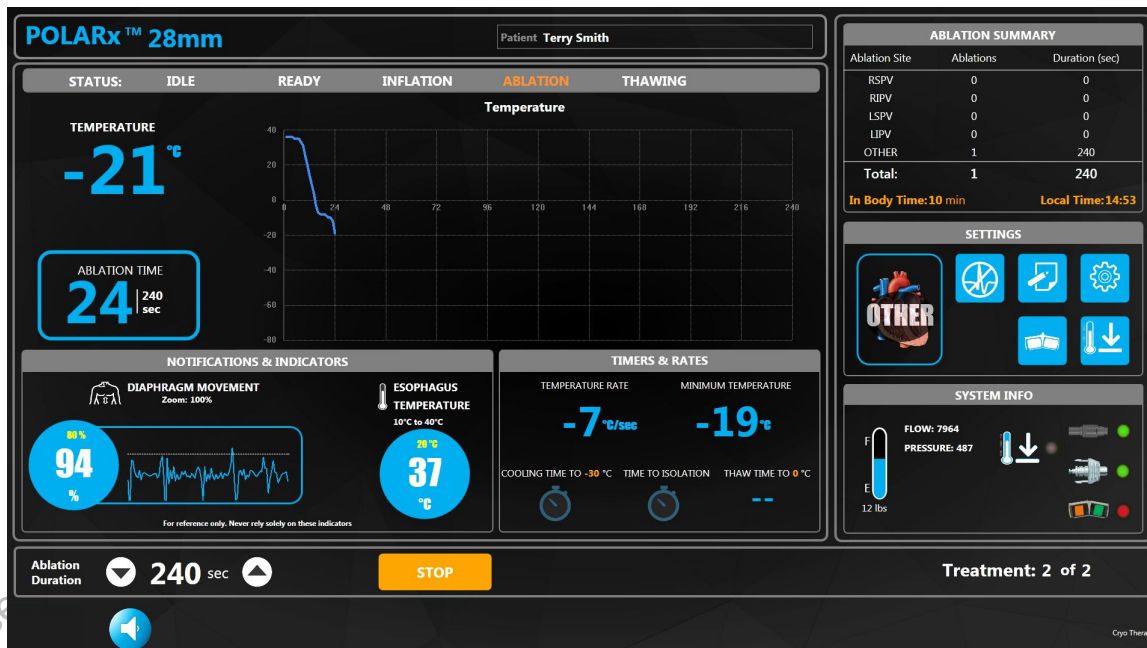

Figura 12. Ecrã de terapia – estado de ablação
4. Quando o sistema está no estado ABLATION (Ablação), são visíveis os indicadores que se seguem no ecrã de Terapia (Figura 12):